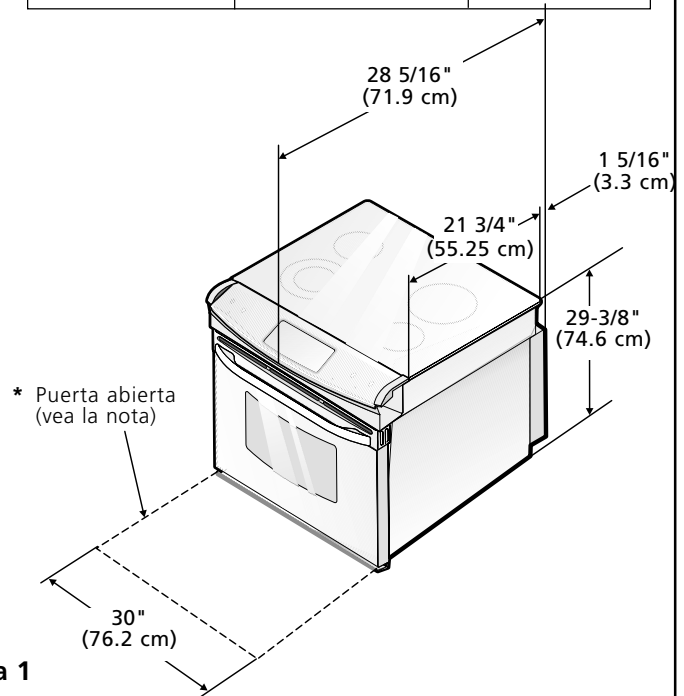

Figura 1
Conecte el cable del aparato a la caja de empalmes por medio del conductor de unión listado-UL. Complete la conexión según los códigos y ordenanzas locales. (Para la ubicación preferida de la caja de empalmes, véase la Figura 1.)
2. Corte el tablero exactamente como se muestra en la Figura 1. Cepille a nivel el borde levantado, para que libre un filete de 31 1/2" (81 cm) de ancho en tableros con bordes laminados.
6. Esta estufa puede traer soportes antivuelco, fijados al dorso de la estufa con dos tornillos. Si el grueso del tablero es más de 1/2" (1.3 cm), coloque de nuevo el soporte antivuelco en la posición más baja, de 1/4" (6.4 mm). (Vea Figura 1).